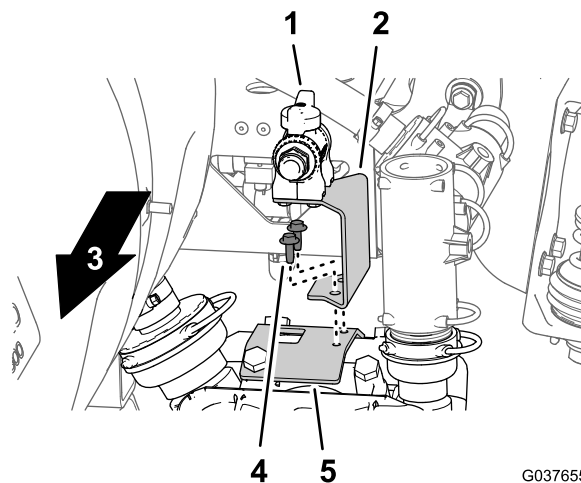

图53
- 将搅拌阀支架中的孔与打药车泵支架中的孔对齐 图53。
- 用2个凸缘头螺栓1/4 x 3/4 英寸将搅拌阀支架固定到打药车泵支架上 图53。